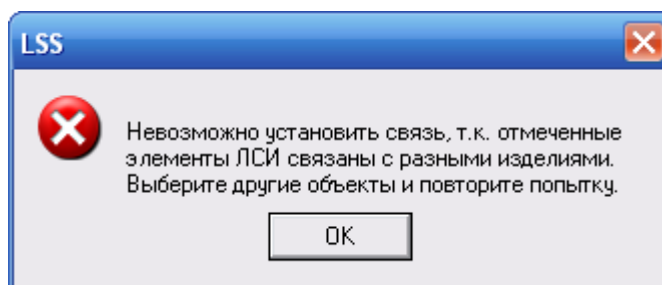

Рис. 11-12
- Если были выбраны несколько элементов ЛСИ, которые реализуются различными изделиями, появится соответствующее сообщение, представленное на рис. 11-12, и установление связи не произойдет.